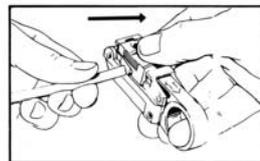

Figure 8
G. Bewegen Sie den Schieber urn eine Position zurück. Das Kabel wird nun vorsichtig herausgezogen, wobei das Werkzeug gleichzeitig zusammengedrückt wird (Abb. 8). Falls der Widerstand zu groß oder die Abisolierung unzureichend sein sollte, fahren Sie mit Schritt "H" fort